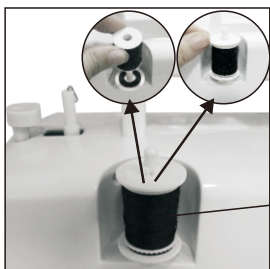

Fig. 20
1. Aseta puola puolatappiin (fig.20).